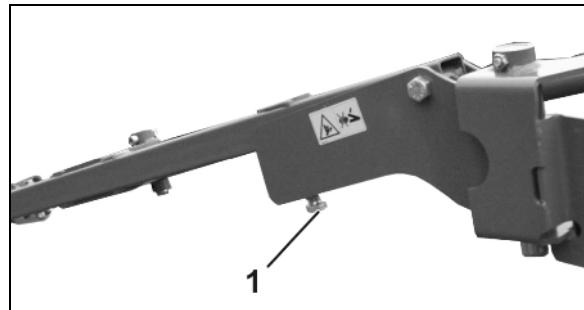

Рис. 95
1. Разъедините оба резьбовых соединения (Рис. 95/1) у каждого диска.